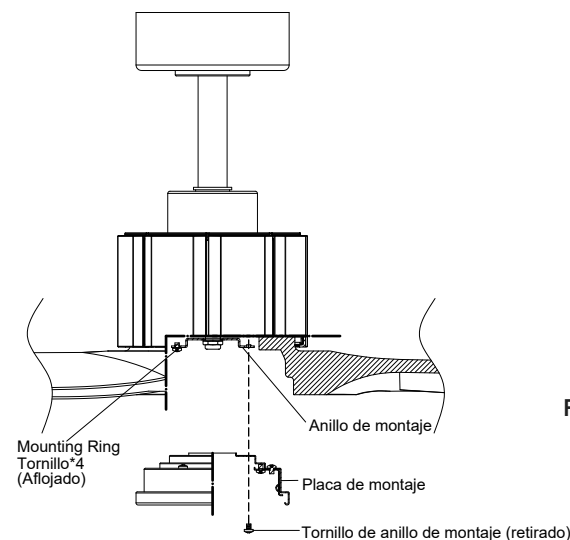

Fig. 14
**Paso 2.** Coloca los agujeros de las llaves en la placa de montaje sobre los 3 tornillos del anillo de montaje que se aflojaron en el anillo de montaje, y gira la placa de montaje (en sentido horario) hasta que se bloquee contra los tornillos del anillo de montaje en las secciones estrechas de las cerraduras. (**Fig. 14**)
Reinstala el cuarto tornillo de anillo de montaje que se había retirado antes y aprieta los 4 tornillos de anillo de montaje para asegurarlos. (**Fig. 14**)